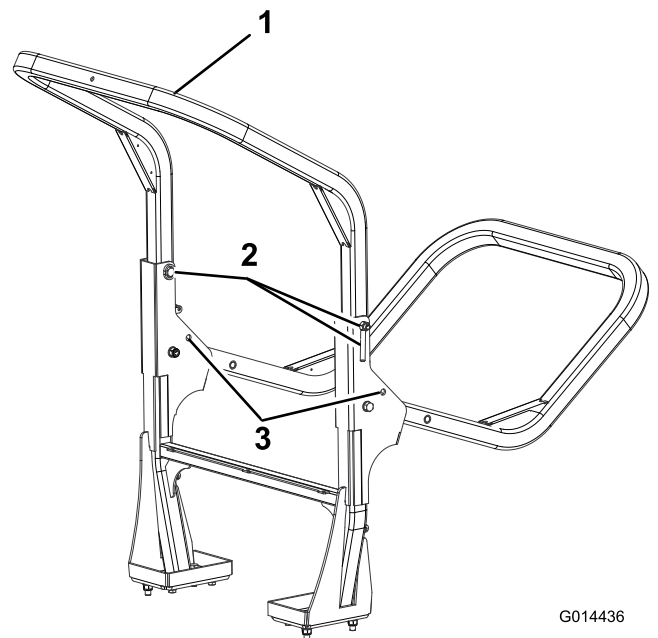

Bild 46
2. Stützen Sie das Gewicht des oberen Rahmens ab, während Sie die Handmuttern, Scheiben und Befestigungsschrauben von den Schwenkhalterungen abnehmen (Bild 46).